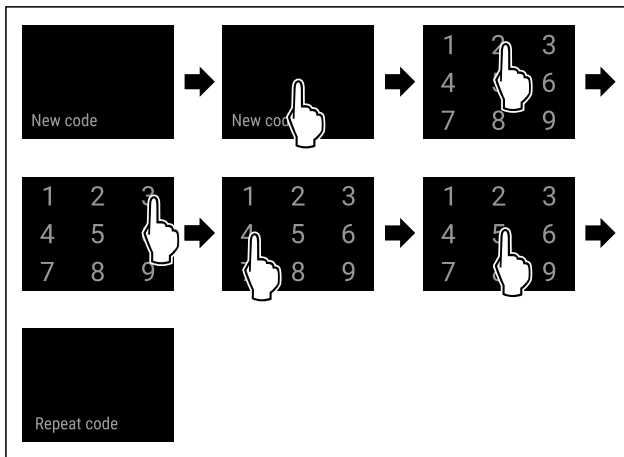

Fig. 92
- ▶ Seguir los pasos de procedimiento (consulte Fig. 92) .